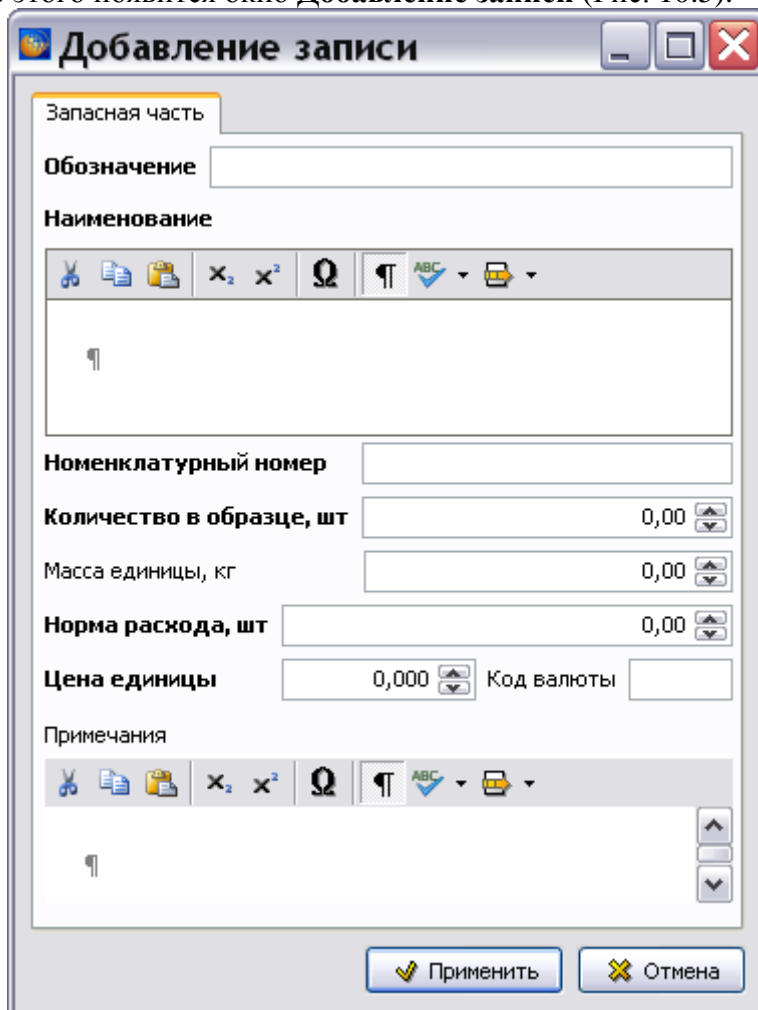

Рис. 10.5
2. Нажмите на кнопку **Добавить**  на инструментальной панели нижнего окна. После этого появится окно **Добавление записи** (Рис. 10.5).